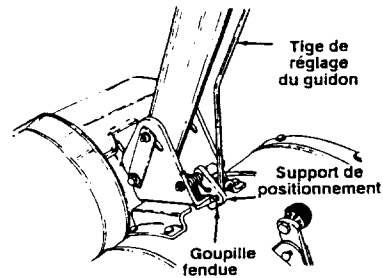

FIGURE 10
- La tige de réglage du guidon étant sous le guidon, enfoncez l'extrémité à crochet de la tige de réglage du guidon dans le support de positionnement, comme à la figure 10. Attachez avec la goupille fendue. Pliez les extrémités de la goupille dans des directions opposées.